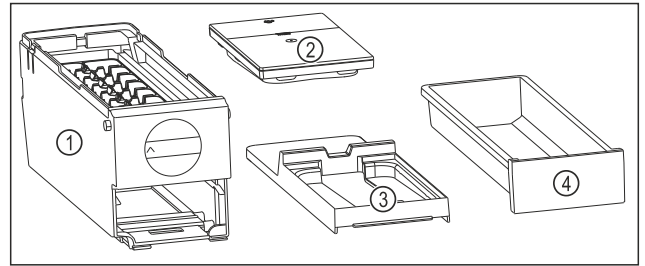

Fig. 185 Componentes del EasyTwist-Ice
- ▷ El EasyTwist-Ice está desmontado en cuatro piezas. (consulte Fig. 185)
- ▶ Desmontar el EasyTwist-Ice solo en los componentes mostrados. (consulte Fig. 185)
- ▶ Limpiar el cuerpo del EasyTwist-Ice Fig. 185 (1) en su totalidad.